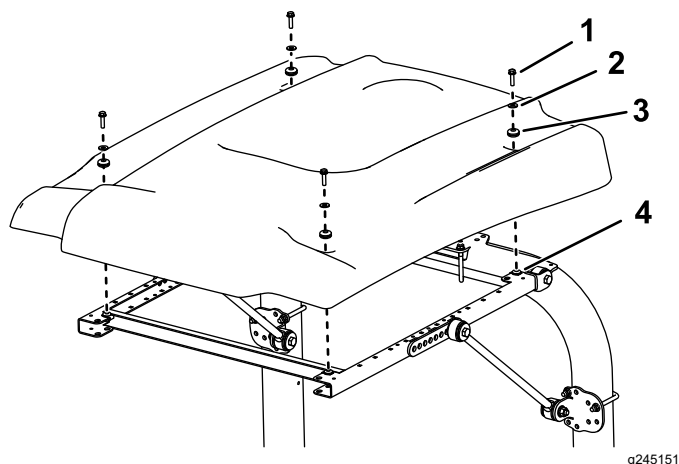

Figura 28
15. Durante l'allineamento dei fori di montaggio, posizionate il parasole sul telaio come mostrato in Figura 28.
16. Montate, senza serrarlo, ciascun angolo del parasole sul telaio con un bullone a testa flangiata (5/16" x 1 1/4") con una rondella piccola e un gommino (Figura 28).